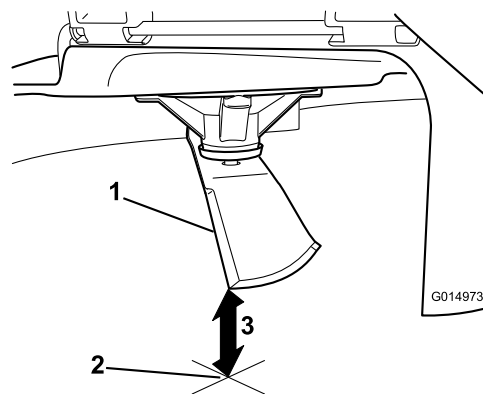

Figura 64
3. Mida desde la punta de la cuchilla hasta la superficie plana (**Figura 64**).